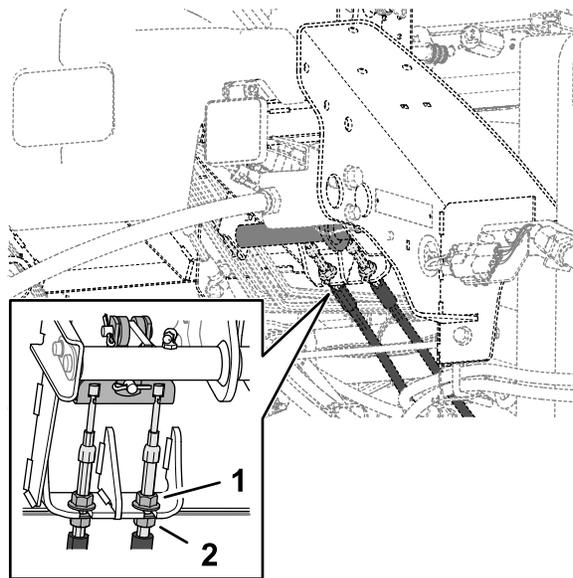

Figura 113
5. Para reduzir a folga do pedal de travão, solte as porcas de retenção frontais na extremidade roscada de cada cabo de travão (Figura 113).